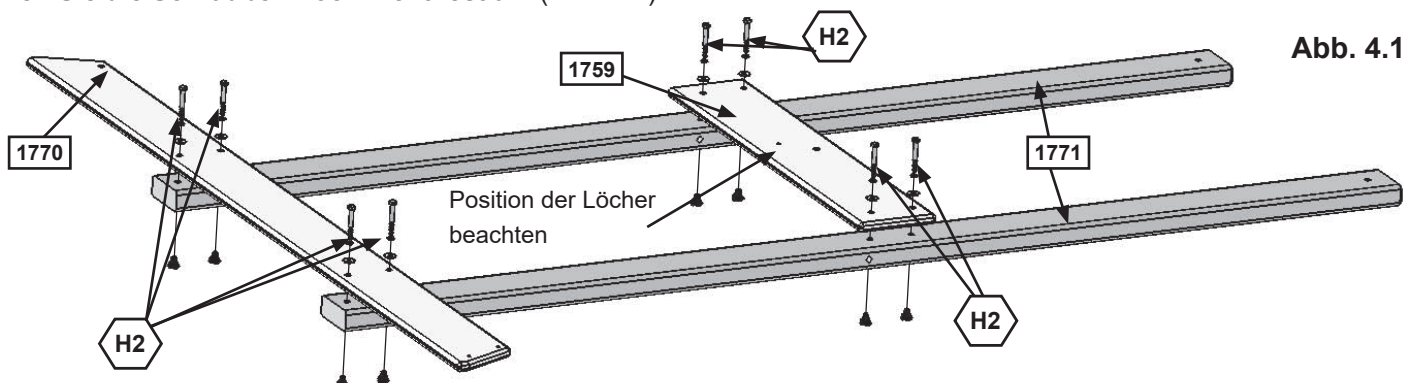

Abb. 4.1
**A:** Befestigen Sie das (1770) Schaukel-Bodenbrett und das (1759) Schaukel-Fußbodenbrett mit je vier (H2) 1/4 x 2" (6 mm x 51 mm) Sechskantschrauben (mit Sicherungsscheibe, Unterlegscheibe und Einschlagmutter) an den beiden (1771) Pfosten. Ziehen Sie die Schrauben noch nicht fest an. (Abb. 4.1)